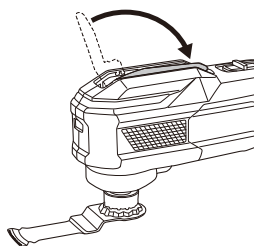

Fig. 11
(5) Abaisser le levier. (Fig. 11)